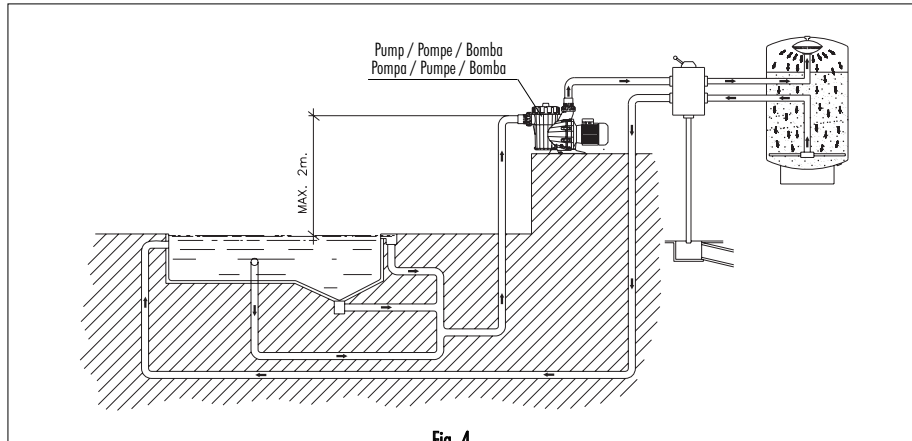

Fig. 4
- Caso seja necessário instalar uma bomba de auto-aspiração acima do nível da água, esta deverá ser instalada de modo que a diferença de altura não seja superior a 2 metros (Fig. 4), para que a conduta de aspiração seja o mais curta possível já que uma tubagem mais comprida aumenta o tempo de aspiração e as perdas de carga da instalação.